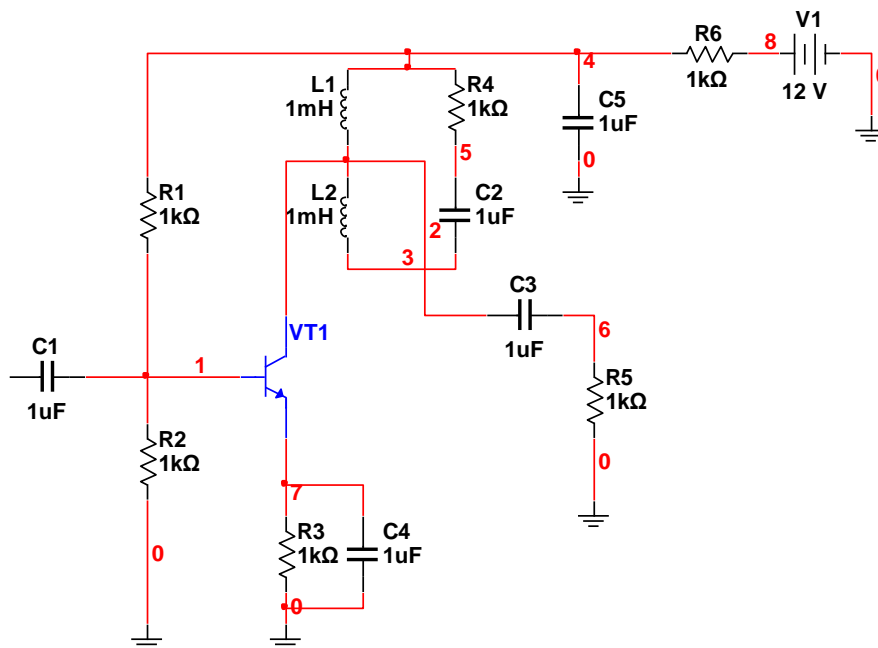

Рис. 1.2. Принципиальная схема усилителя
- ввести номиналы всех элементов схемы (рис.1.2);